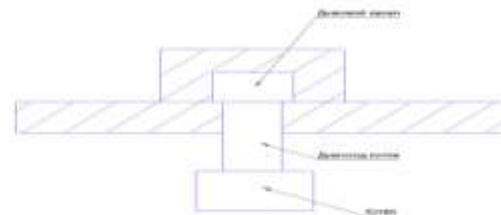

Рис.2 Схема отвода продуктов сгорания (вид сверху)
5.5. Дымоход котла подсоединяется к дымоходной трубе (рис.2). Сечение дымоходной трубы должно быть не менее сечения дымохода котла (табл.1); высота от уровня колосниковой решетки до верхнего среза дымоходной трубы должна быть не менее расчетной (см. табл. 1); дымоходный канал должен выступать над коньком крыши не менее чем на 50 см.